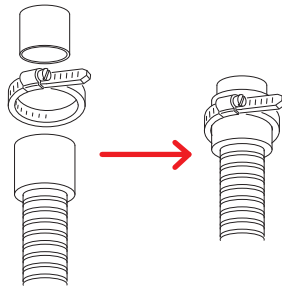

Fig. 15
- Connecter le tuyau de décharge de la vapeur d'eau du récupérateur à l'aide du collier en dotation (voir Fig. 15 et Photo 16).